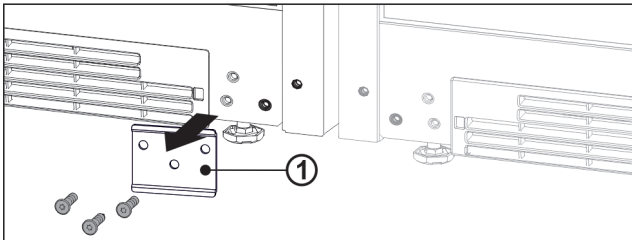

Fig. 13
- ▶ Dacă este implementată placa de tablă Fig. 13 (1), deșurubați placa de tablă.